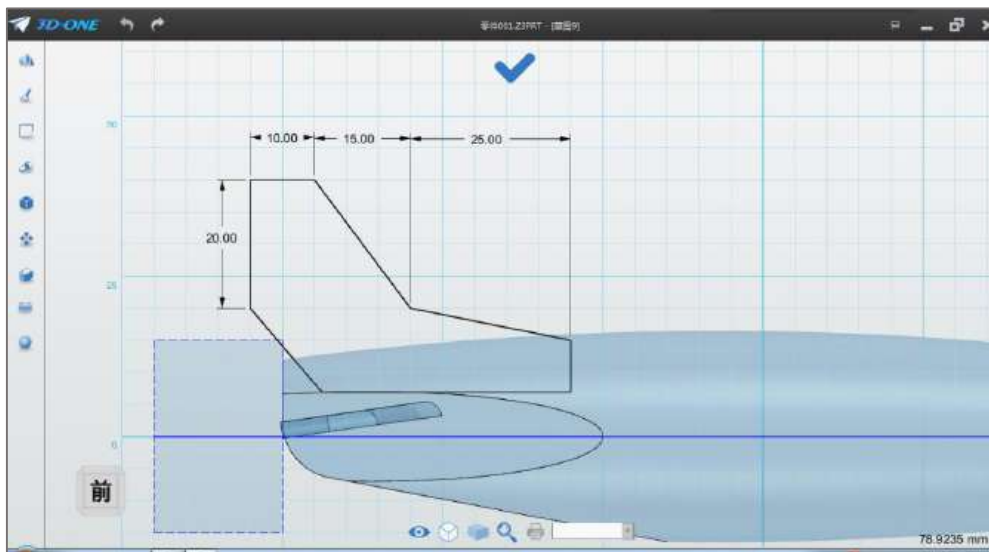

图 3-9
Step 9 参照下图 3-9 所示的尺寸，根据网格属性绘制草图。